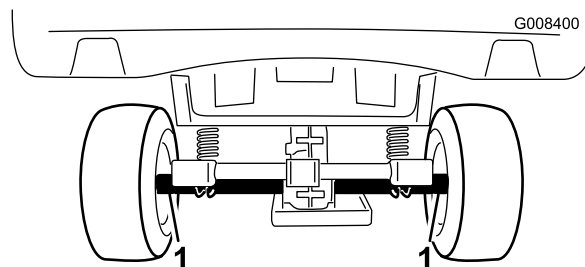
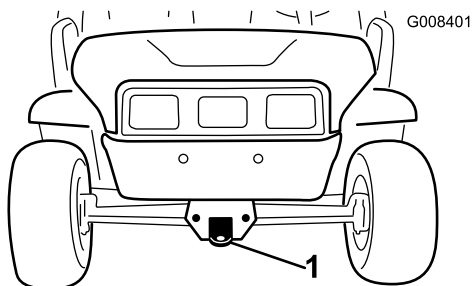

Рисунок 17
Рисунок 18
что автомобиль надежно закреплен на прицепе. Местонахождение точек крепления показано на Рисунок 17 и Рисунок 18.
2. Прикрепите буксирный трос к сцепному устройству в передней части рамы (Рисунок 18).